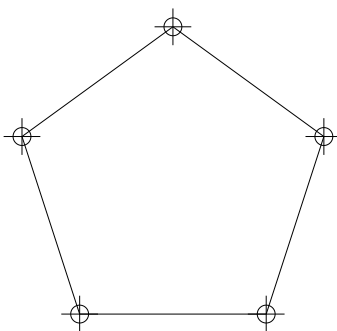

图3-14 完成效果
- 03 单击“确定”按钮，关闭对话框即完成“点样式”的设置，如图3-14所示。